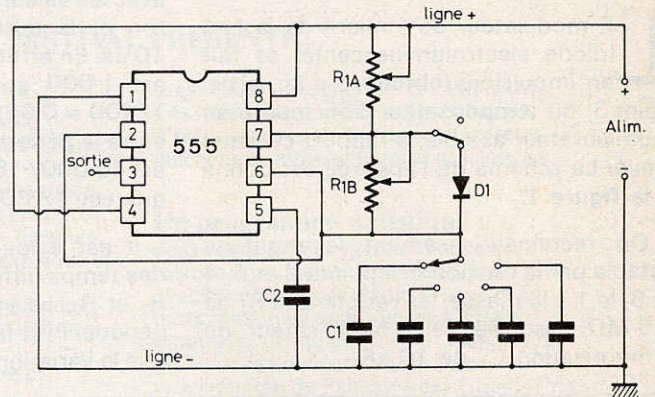

Fig. 8
4) En montant un support à 8 broches à la place du 555 le montage proposé deviendra un excellent banc d'essai de CI, 555. On pourra alors réaliser un montage comme celui de la figure 8 dans lequel on a remplacé R_{1A} et R_{1B} par des résistances variables, C_1 par un condensateur et cinq capacités différentes (voir plus haut).
La diode restera en place ou sera enlevée, on pourra ainsi comparer les deux variantes. Bien entendu, il sera possible également d'effectuer la commutation de la diode et celle de C_1 comme indiqué à la figure 8.
Ce montage peut être muni également des modifications indiquées à la figure 8.